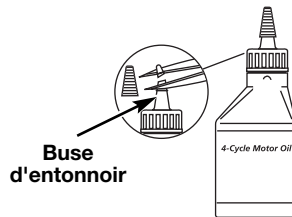

Fig. 16
Votre appareil est livré avec une bouteille d'huile SAE 30 SF, SG, SH de 90 ml (3,04 oz) (Fig. 16).
1. Dévisser le bouchon de la bouteille d'huile et retirez le papier couvrant l'ouverture. Remplacez le bouchon. Coupez la pointe de la buse de l'entonnoir (Fig. 16).